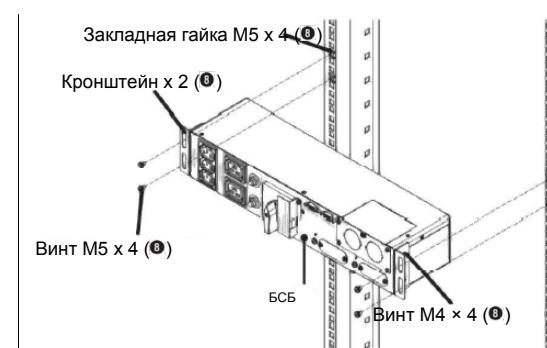

Рисунок 4
- 1 Четырьмя винтами M4 (8) прикрепите два кронштейна (8) с левой и с правой стороны блока (см. *Рисунок 4*).
- 2 Закрепите четыре закладные гайки M5 (8) с двух сторон стойки (см. *Рисунок 4*).
- 3 Ввинтите четыре винта M5 (8) в закладные гайки M5 (8), закрепленные на стойке (см. *Рисунок 4*).